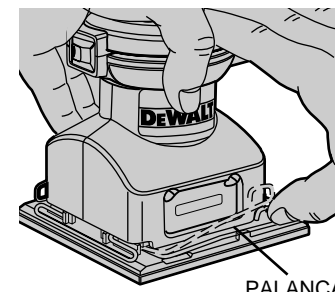

FIG. 2
- Levante la palanca de presilla, desenganchándola del gancho de la base, soltando así la presilla. (Vea Fig. 2)